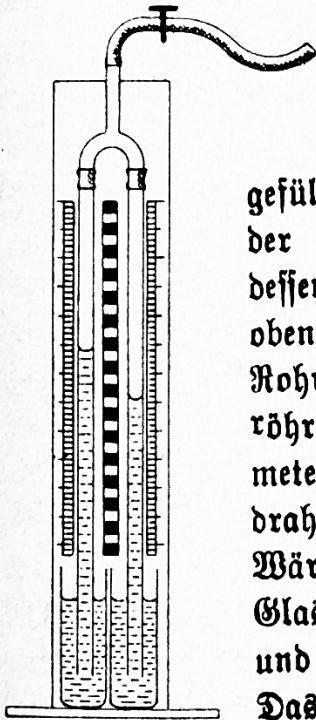

Abb. 63. Bestimmung des Eigengewichtes flüssiger Körper.
11. Verbinde zwei 80 cm lange Glasröhren durch Schlauchstücke mit einem T-Rohre, schließe an dieses einen Schlauch mit einem Quetschhahn an! Das Benetzen der Glasröhrenden mit Rizinusöl sichert einen vollständig luftdichten Abschluß. Befestige das ganze nach Abb. 63 auf einem senkrecht stehenden Brettchen und lasse die unteren Enden der Glasröhren in zwei Gläser tauchen! Bringe an dem Brettchen hinter jedem Rohre einen Millimetermaßstab an! Fülle ein Glas mit gefärbtem Wasser (sehr schön ist mit Fluorezein gefärbtes Wasser), das zweite mit gefärbtem Spiritus! Saug an dem oberen Schlauche und schließe den Quetschhahn! Die Flüssigkeitssäulen sind verschieden hoch; Spiritus steht höher als Wasser. Miß in jeder Röhre den Abstand zwischen dem Flüssigkeitsspiegel im unteren Glase und in der Röhre! Die beiden Flüssigkeitssäulen haben dasselbe Gewicht, weil im Innern der Röhre die gleiche Luftverdünnung